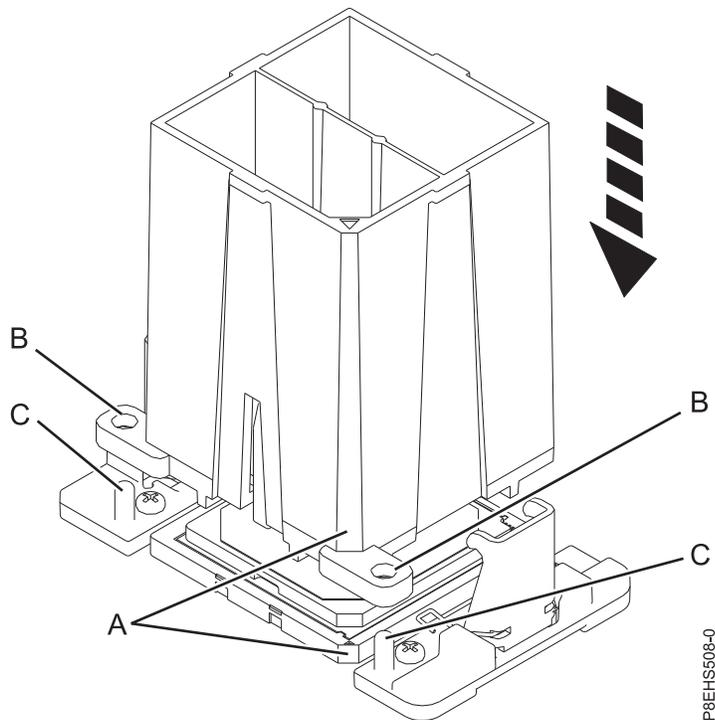

Abbildung 91. Ausbauwerkzeug auf das Systemprozessormodul herabsenken
- a. Richten Sie die abgeschrägte Ecke (**A**) des im Lieferumfang enthaltenen Werkzeugs (Teilenummer 01AF101) an der abgeschrägten Ecke des Systemprozessormoduls aus (siehe Abb. 91 auf Seite 84).